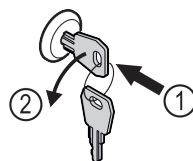

Fig. 207
- Klíč zasuňte dovnitř. Fig. 207 (1)